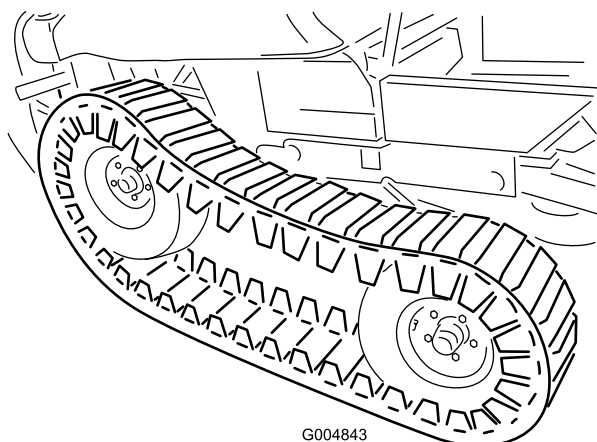

Figura 53
24. Com um ajudante, levante a dianteira da lagarta o suficiente para, cuidadosamente, instalar os pneus da frente (Figura 53).